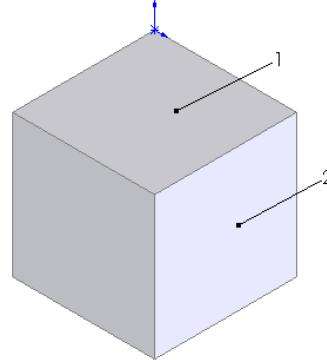

图 3-114 拉伸的图形
**04** 设置视图方向。单击“标准视图”工具栏中的“等轴测”图标 ，将视图以等轴测方向显示，结果如图 3-114 所示。
**06** 设置属性管理器。在“拔模类型”一栏的下拉菜单中，“中性面”选项；在“拔模角度”一栏中输入值 30 度；在“中性面”一栏中，选择图 3-114 中的面 1；在“拔模面”一栏中，选择图 3-114 中的面 2。